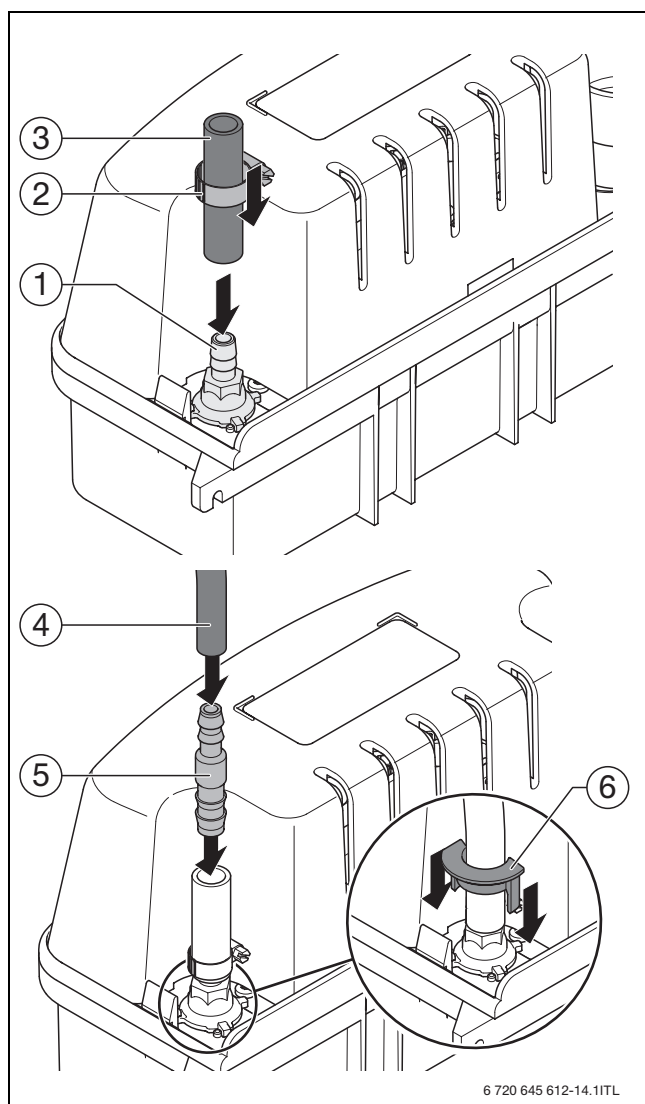

Fig. 9 Montage du tuyau d'écoulement avec l'adaptateur
- ▶ Utiliser l'adaptateur pour les différents diamètres de flexibles (→ fig. 9).